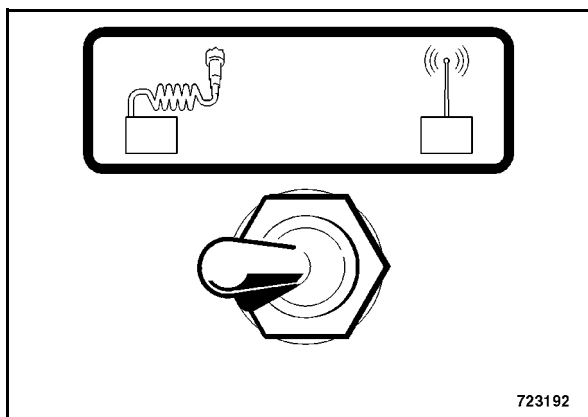

Рис. 80
- Переключить тумблер кабельного дистанционного управления в левое положение, режим работы с кабелем (Рис. 80).